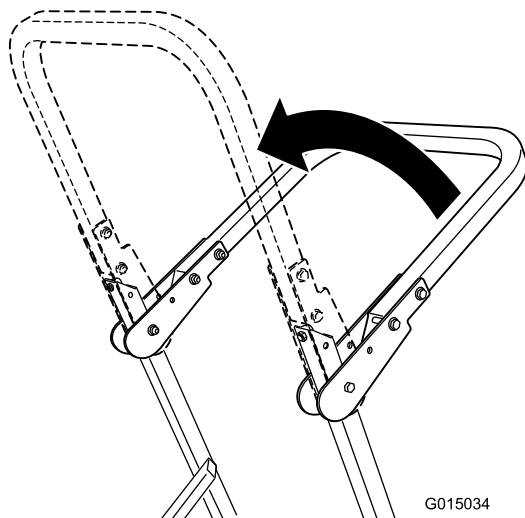

Figura 2
2. Eleve la barra anti-vuelco a la posición vertical (Figura 2).